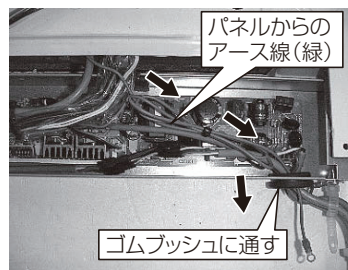

図10-1
① 昇降パネル制御箱側
- 1) パネルからのアース線を (図10-1) のように制御箱内を配線し、ゴムブッシュに通してください。